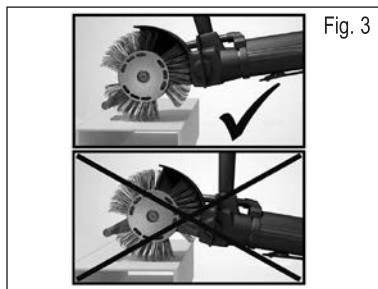

Fig. 3
5. For å oppnå best mulig effekt, må man passe på at akselerasjonsstaven føres nært over den overflaten som skal bearbejdes. Hvis det er for stor avstand mellom akselerasjonsstaven og overflaten, avtar effekten merkbart. **Se fig. 3.** En mer grundig beskrivelse av arbeidsmetoden til Bristle Blaster® finner du i **den vedlagte DVD-en eller på www.monti.de**